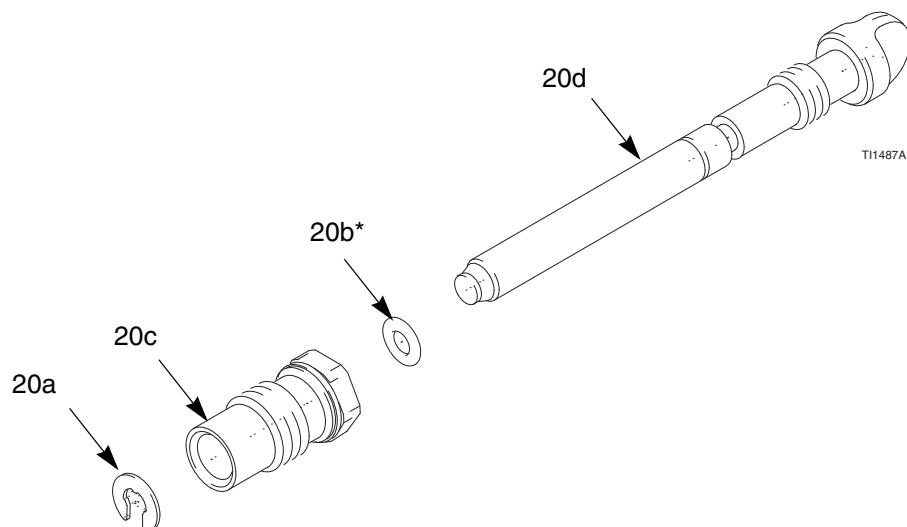

ABB. 19. Strahlregulierungsventil
3. Den Haltering (20a) entfernen. Siehe ABB. 19.